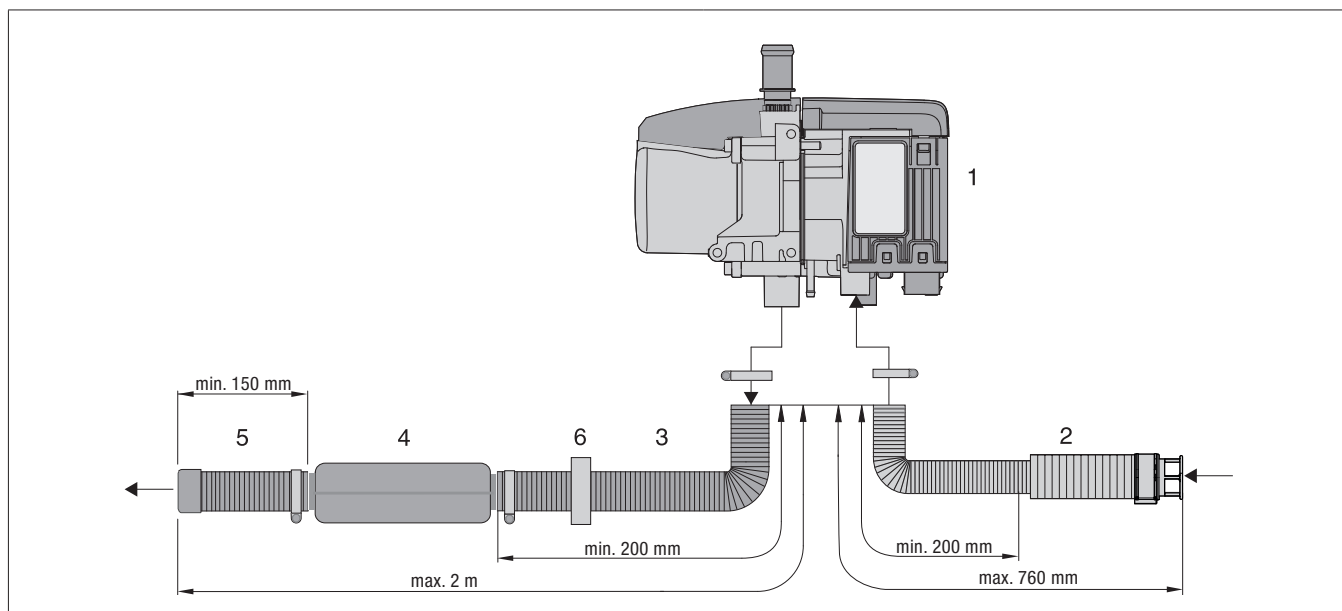

Bild 18
- Das flexible Rohr vom Verbrennungsluftansaugerschalldämpfer am Verbrennungsluftstutzen des Heizgerätes aufstecken und mit einer Schraubschelle (Anziehdrehmoment 3^{+0,5} Nm) befestigen, siehe Bild 18.